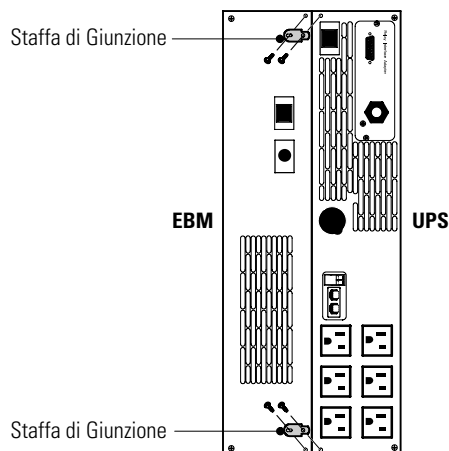

Figura 9. Installazione delle staffe di giunzione
7. Togliere le viti dell'angolo contiguo dai pannelli posteriori come indicato nella Figura 9 per installare le staffe EBM.